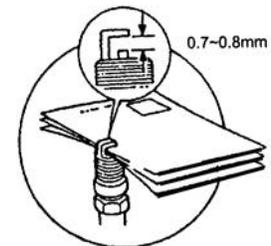

Figure 17
- 3) Mesurez le dégagement entre l'électrode. Voir Fig.17. Le dégagement devrait être entre 0.7-0.8mm. Si le dégagement est supérieur à 0.8mm, remplacez la bougie avec une LD F7TC ou équivalent (NGK BP6ES, Champion N9Y).